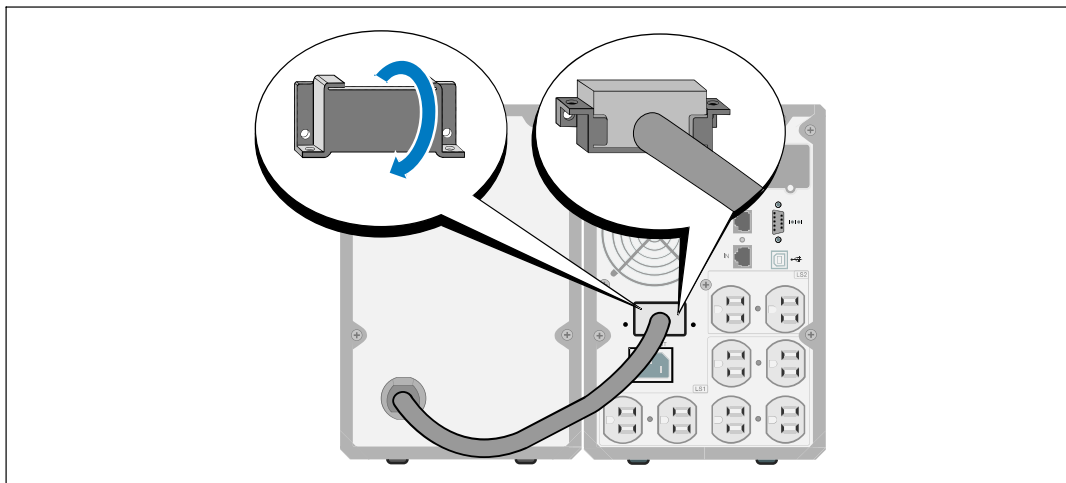

図 14. バッテリーコネクタのカバーの取り外し方
- 2 張力を逃すため、外付けバッテリーモジュールケーブルの下にバッテリーコネクタカバーを取りつけます（図 14を参照）。